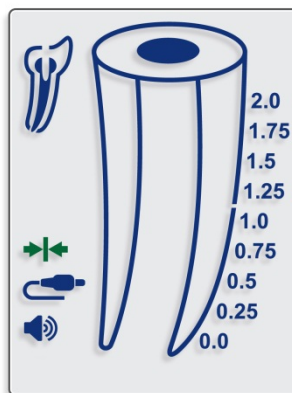

Fig. 3
- 7.3.2. Debe aparecer un icono de «conexión»  en la pantalla que indica que la conexión es correcta (fig. 3).